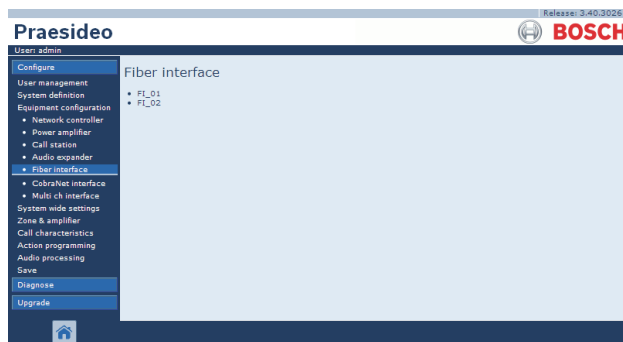

figure 44.50 : Configuration d'une interface fibre, étape 1
- 1 Allez à *Configure > Equipment configuration > Fiber interface*. Un écran semblable à celui de la figure 44.50 s'affiche dans le cadre principal de l'interface Web.